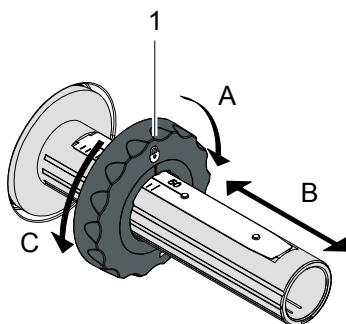

Figura 13 Impostazione del regolatore dei bordi
2. Ruotare la leva (6) in senso antiorario, per sbloccare la testina di stampa.
3. Impostare il regolatore dei bordi (1) sullo svolgitoro (5) in base alla larghezza del nastro (figura 13):
- Reggere lo svolgitoro e sbloccare il regolatore dei bordi (1) ruotandolo in direzione A.
- Far scivolare il regolatore dei bordi (1) in direzione e impostarlo sulla larghezza del nastro, aiutandosi con la scala graduata.
- Reggere lo svolgitoro e bloccare il regolatore dei bordi (1) ruotandolo in direzione C.
4. Spingere il rotolo di nastro (4) sullo svolgitoro (5) fino al regolatore dei bordi (1), in modo tale che dopo l'inserimento lo strato di colore del nastro mostri la parte opposta alla testina di stampa.